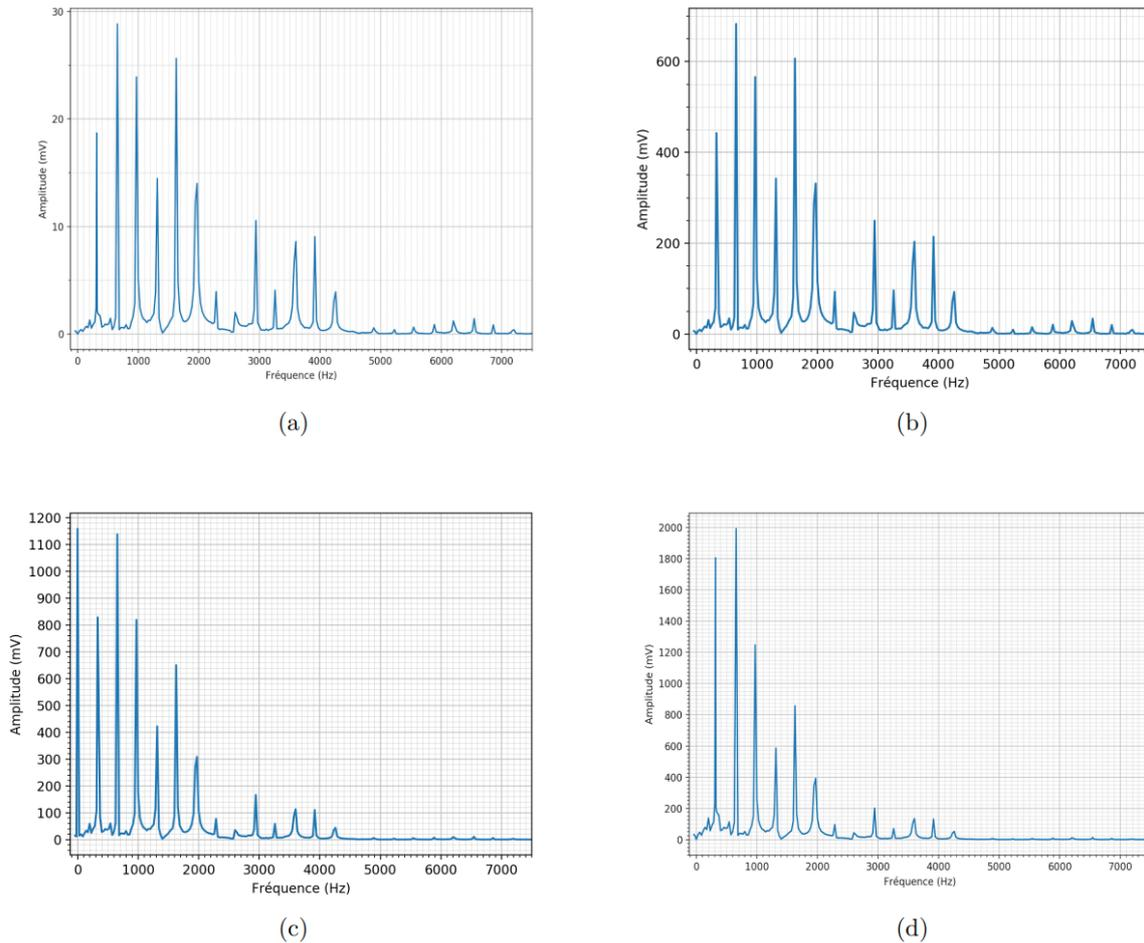

Figure 8: Spectres
26. En le justifiant soigneusement, dire quel spectre de la Figure 8 correspond à la sortie du premier filtre (F_a).